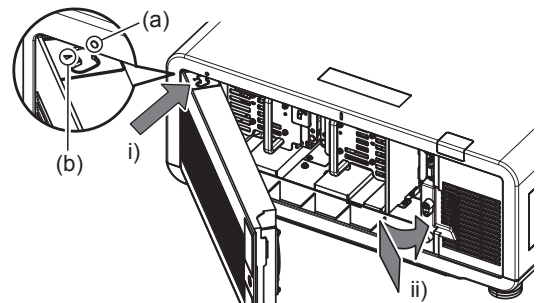

Рис. 2
4) Установите крышку лампового блока. (Рис. 2)